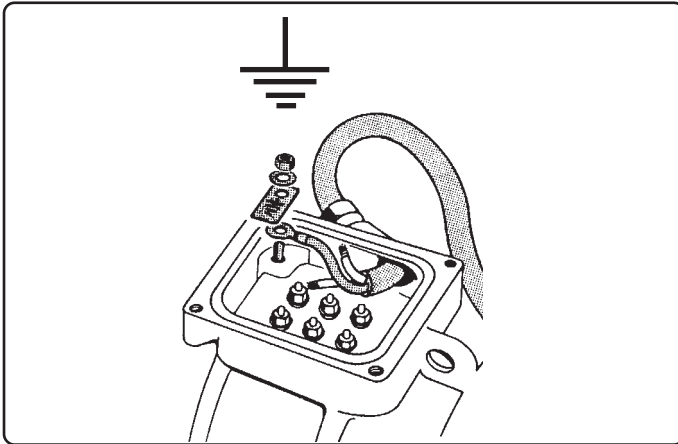

Fig. 3
- Nell'installazione assicurarsi che il cavo dell'alimentazione sia di tipo molto flessibile ed assicurarsi che la messa a terra sia collegata (Fig. 3).
- When installing the equipment, check that the power cable is of a very flexible type and ensure that the machine has been correctly grounded (Fig. 3).
- Lors de l'installation s'assurer que le câble de l'alimentation est de type flexible et que la mise à la terre est raccordée (Fig. 3).
- Bei der Installation sicherstellen, daß das Speisekabel sehr flexibel ist, und auch sicherstellen, daß die Erdungsleitung angeschlossen ist (Abb. 3).
- Al instalar el motovibrador verificar que el cable de alimentación sea del tipo de alta flexibilidad y que sea operante la conexión a tierra (Fig. 3).